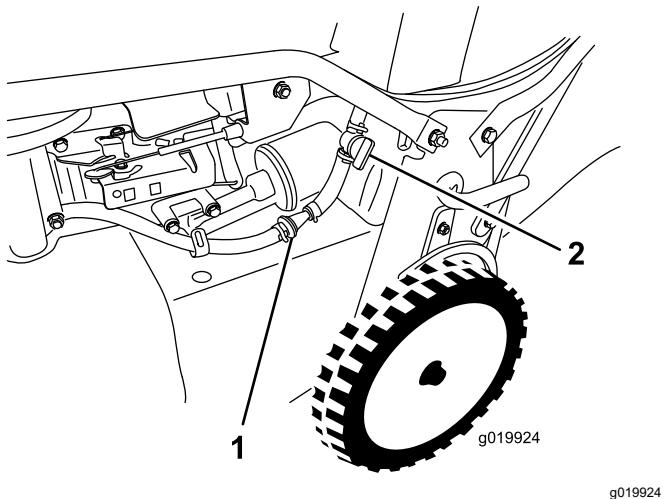

Figure 31
4. Déposez le filtre à carburant (Figure 31) de la conduite de carburant en desserrant les colliers qui entourent le filtre.
3. Fermez le robinet d'arrivée de carburant (Figure 31).